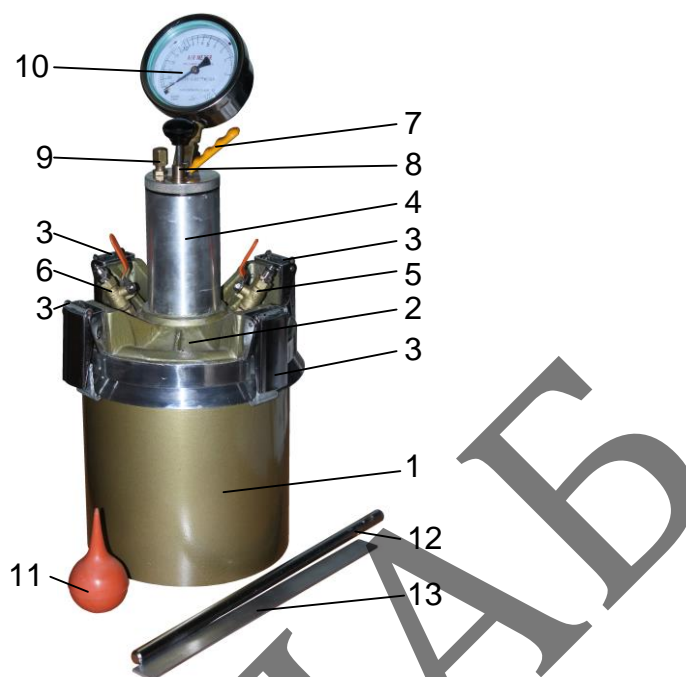

Рис. 1.
Прибор состоит из емкости 1 (рис. 1) для раствора к которой четырьмя застежками 3 герметично прикрепляется крышка 2. На крышке закреплена воздушная камера 4 со встроенным насосом 8. Давление в воздушной камере контролируется манометром 10. Также в крышке имеется два шаровых крана 5 и 6 для спуска воздуха и заливки воды. Для перепуска воздуха под давлением в емкость служит клапан, который открывается нажатием рычага 7. Клапан 6, установленный на воздушной камере 4, служит для плавного спуска давления в атмосферу.
5.1. Намочить водой внутреннюю поверхность емкости 1 (рис. 1) прибора.